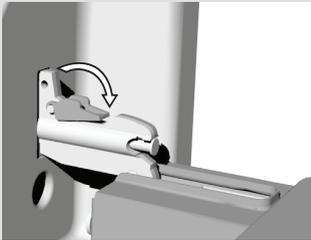

Abb. 2
- Die innere, dritte Glasscheibe (nur bei einigen Modellen) entfernen Sie, indem Sie zuerst die Schrauben auf den Trägern der Glasscheibe lösen und die Glasscheibe etwas anheben (Abb. 2). Entfernen Sie vor dem Reinigen der Glasscheibe noch die Träger der Glasscheibe.
- Fassen Sie die Glasscheibe am unteren Rand an, heben Sie sie leicht an, damit sie aus dem Träger herausspringt und nehmen Sie sie heraus (Abb. 2).
- Drehen Sie beim **GentleClose** System die Aushängesperre um 90° zurück (Abb. 2).